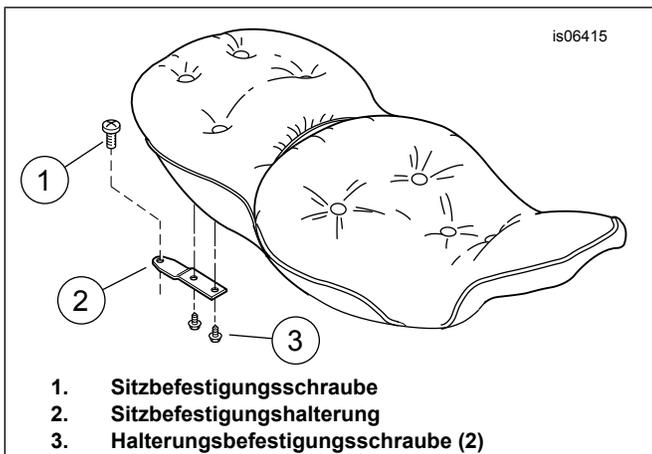
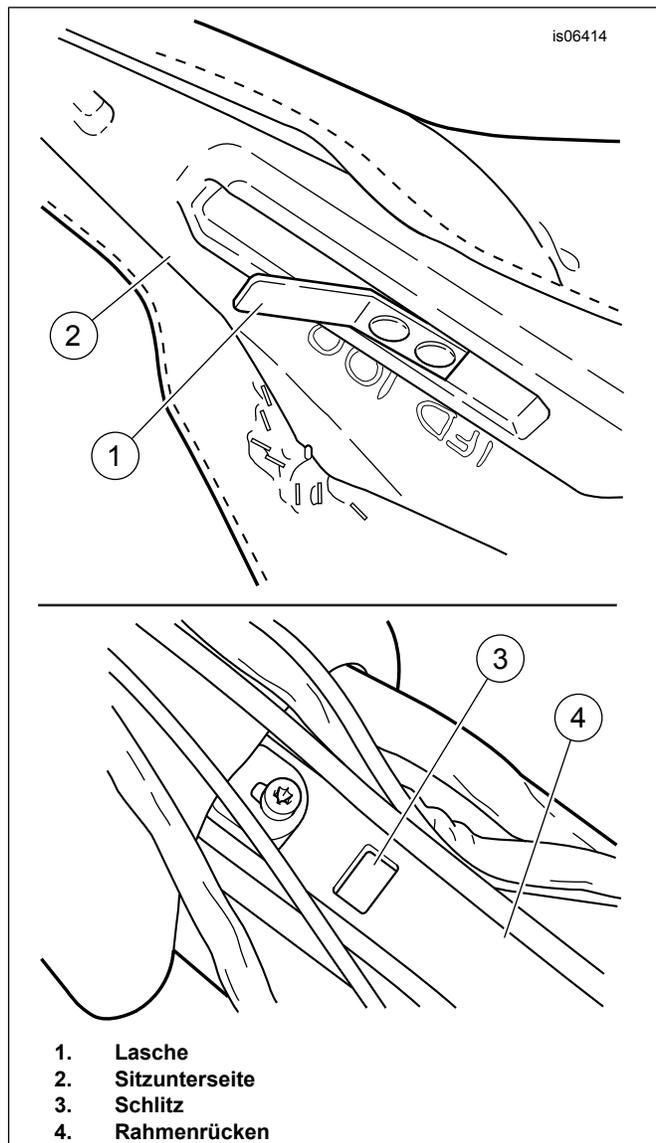

Abbildung 1. Hintere Sitzbefestigungshalterung
Abbildung 2. Vordere Sitzbefestigung
4. Siehe Abbildung 1. Die Schraube (1) entfernen und die hintere Sitzbefestigungshalterung (2) vom Hinterradschutzblech entfernen.
5. Siehe Abbildung 2 **Für Modelle mit Tour-Pak und OHNE Hecklautsprecher:** Für Modelle mit Tour-Pak **UND Hecklautsprecher:** Für Modelle **OHNE** Tour-Pak: Den Sitz nach hinten schieben, um die Lasche (1) an der Vorderseite des Sitzes aus dem Schlitz (3) im Rahmenrücken (4) zu ziehen. Anschließend den Sitz vom Rahmen entfernen.
- c. Den Sitz **leicht** nach hinten schieben, um die Lasche (1) an der Vorderseite des Sitzes aus dem Schlitz (3) im Rahmenrücken (4) zu ziehen. Anschließend den Sitz vom Rahmen entfernen.
- e. Den Sitz **leicht** nach hinten schieben, um die Lasche (1) an der Vorderseite des Sitzes aus dem Schlitz (3) im Rahmenrücken (4) zu ziehen. Anschließend den Sitz vom Rahmen entfernen.
6. Siehe Abbildung 1. Die beiden Schraube (3) entfernen und die hintere Sitzbefestigungshalterung (2) von der Sitzunterseite zu entfernen.
4. Siehe Abbildung 2 **Für Modelle OHNE Tour-Pak:** Die Vorderseite des Sitzes fest nach unten und hinten drücken, bis die Lasche (1) im Schlitz (3) im Rahmenrücken (4) einrastet. **Für Modelle MIT Tour-Pak:** *HINWEIS für Modelle MIT HECKLAUTSPRECHER: Ein Helfer sollte bei Bedarf hinter dem Motorrad stehen und das Tour-Pak gut festhalten. Die Schrauben, die die Unterseite des Tour-Pak an der Halterungsschiene sichern, lösen oder entfernen. Darauf achten, das Tour-Pak nicht so weit nach hinten zu ziehen, dass die Kabel durch die Tüllen gezogen werden. Dies könnte die Kabel beschädigen. Der Helfer schiebt das gelöste Tour-Pak vorsichtig LEICHT zurück und hält es in dieser Position, bis der neue Sitz installiert ist.*
- c. Mit der anderen Hand die Vorderseite des Sitzes fest nach unten und hinten drücken, bis die Lasche (1) im Schlitz (3) im Rahmenrücken (4) einrastet.
7. Siehe Abbildung 1. Die Schraube (1) durch das Loch in der Sitzbefestigungshalterung in die Arretiermutter einsetzen und auf folgendes Drehmoment anziehen: 2,3–4,5 N·m (20–40 in-lbs).